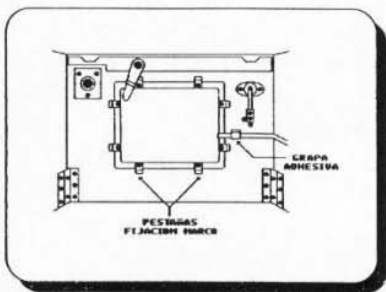

Figura 1
- Aflojar los tornillos de las pestañas que sujetan el conjunto marco y puerta al mueble (ver figura 1).
- Montar el nuevo conjunto marco y puerta sujetando este con las 8 pestañas de fijación (ver figura 1).